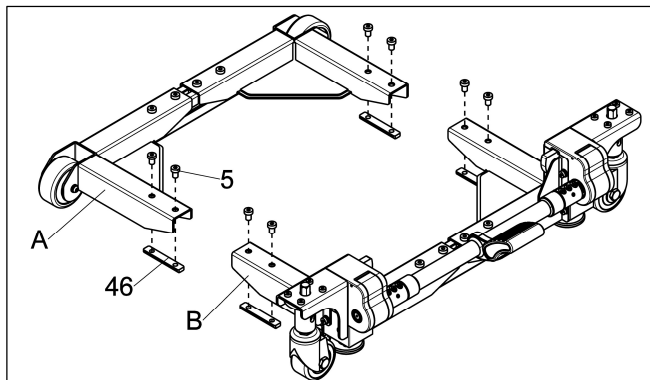

图 7
c.将步骤 a 拆下的紧固件“5”和锁紧块“46”预锁到后角架组件“A”和前角架组件“B”上。(见图 7)